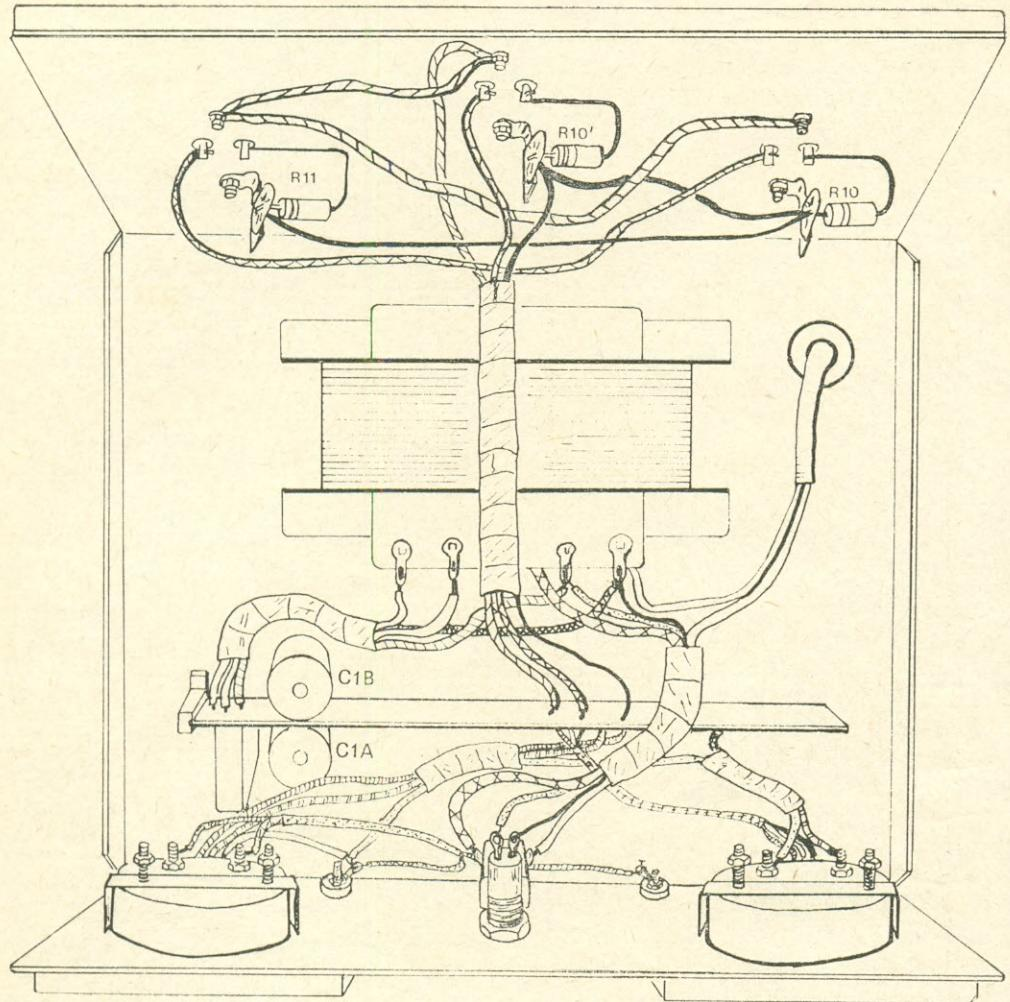

FIG. 5 — Aspecto da fiação da fonte.
12.) Usando a Fig. 5 como referência, executar a fiação da fonte e fixar a plaqueta de circuito impresso ao chassis, usando 2 colunas de fixação ou cantoneiras. Colocar os botões nos potenciômetros e ligar o cordão de alimentação, fazendo em seguida uma verificação geral de toda a montagem. Depois disso, ligar o aparelho à rede C.A.;